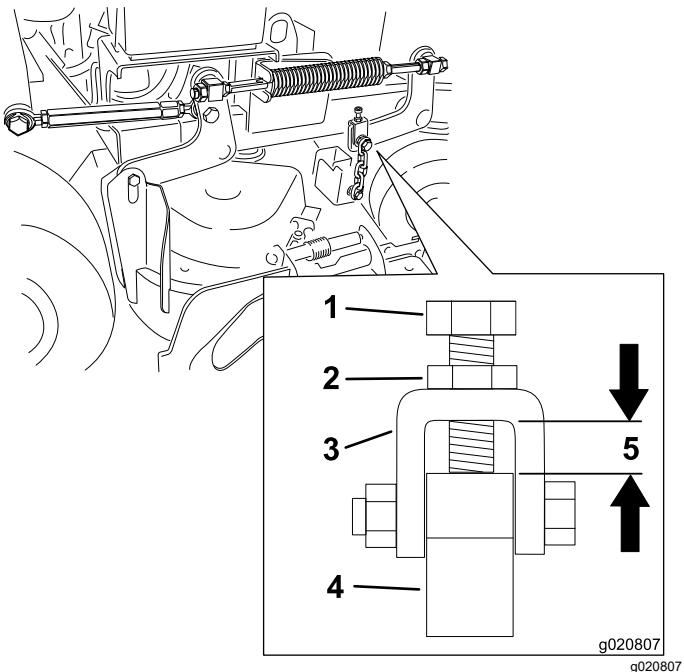

Figure 79
- Remarque:** L'écart doit être de 11 mm (7/16 po), comme montré à la Figure 79.
7. Desserrez l'écrou de blocage et ajustez le boulon de réglage de sorte à obtenir la distance correcte, comme montré à la Figure 79.